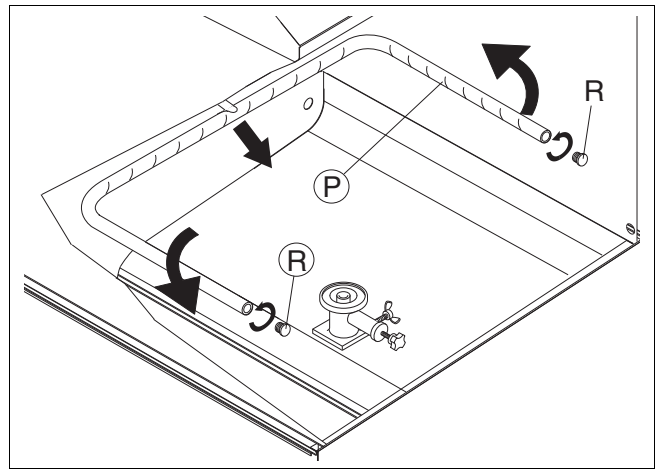

Figura 27 Extracción del brazo de lavado fijo
- Gire a la derecha el surtidor "P" (Figura 27) para extraerlo.
- Desenrosque los tapones "R" (Figura 27) de los surtidores laterales.